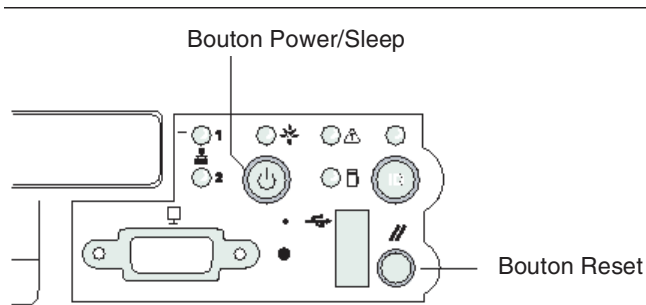

FIGURE 1-6 Emplacement des boutons Power et Reset sur le serveur Sun Fire V60x
- b. **Appuyez sur le bouton Power situé sur le côté avant droit du nœud, puis relâchez-le. Reportez-vous à la FIGURE 1-6 pour connaître l'emplacement du bouton Power.**